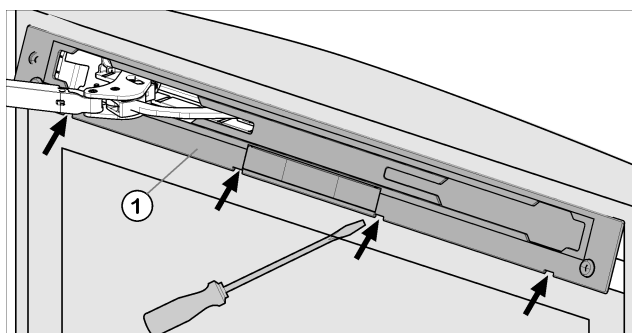

Fig. 11
- Desenganche el panel Fig. 11 (1) con el destornillador para tornillos de cabeza ranurada y retírelo.